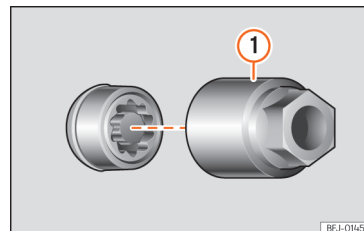

Abb. 44 Diebstahlhemmende Radschraube mit Abdeckkappe und Adapter
- Schieben Sie den Spezialadapter »» **Abb. 44** ① [Bordwerkzeug »» Seite 44] bis zum Anschlag in die diebstahlhemmende Radschraube.